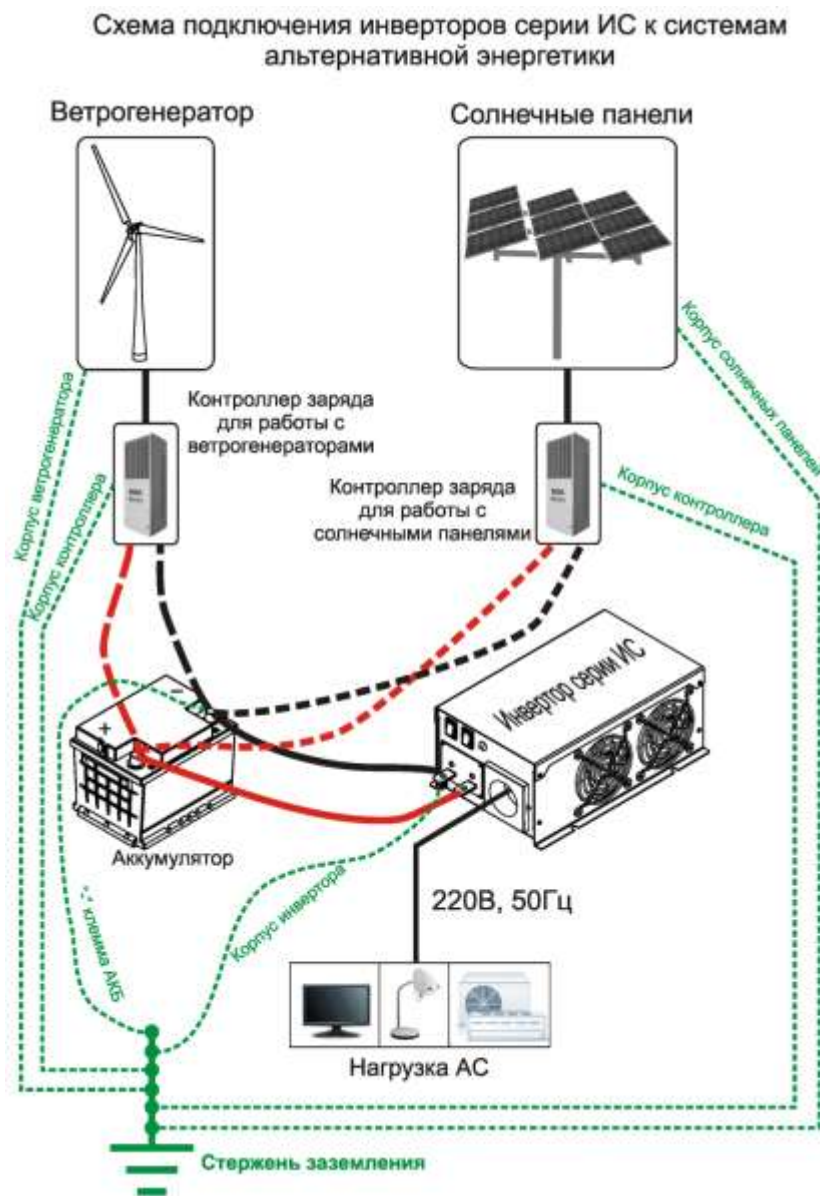

Рис.4.
- 7.2 Применение инверторов в системах альтернативной энергетики. Схема подключения инвертора в системе питания от альтернативных источников энергии указана на рис.4 (при построении систем бесперебойного питания с использованием альтернативной энергетики необходимо выполнять рекомендации п.7.1 и п.7.2).